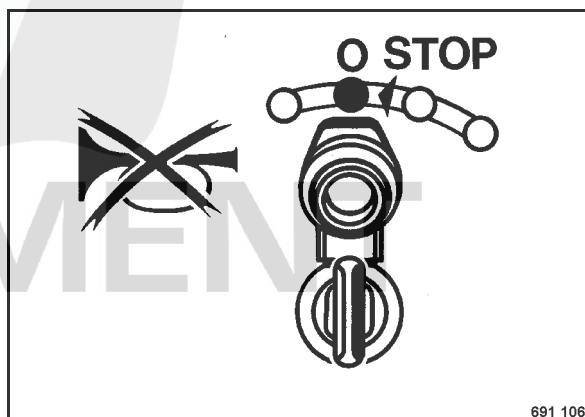

fig. 48
- Tourner la clé de contact (fig. 48) sur position "0" et la retirer.